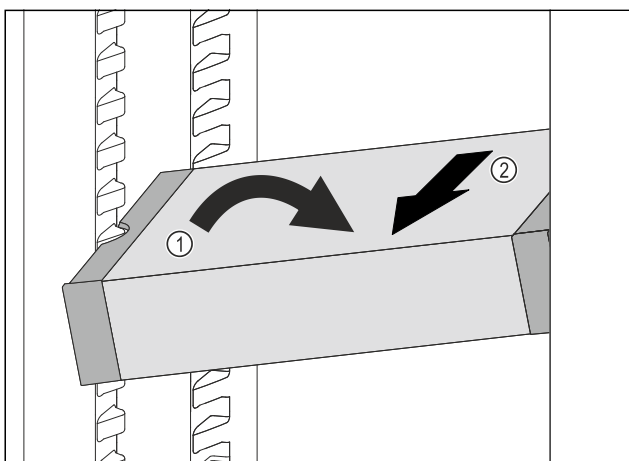

Fig. 165
- Vendosni VarioSafe pjerrtas në pjesën e ftohjes. Fig. 165 (1)
- Hiqni VarioSafe për nga përpara. Fig. 165 (2)